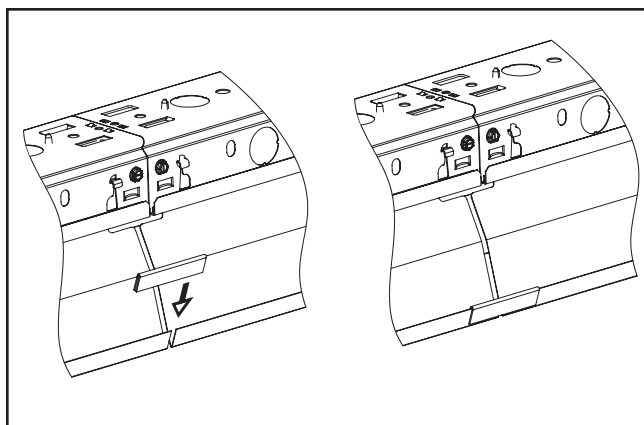

Figure 5.
5. Si nécessaire, alignez les réflecteurs des luminaires contigus en utilisant des aligneurs de rangée comme indiqué. (Figure 5.)